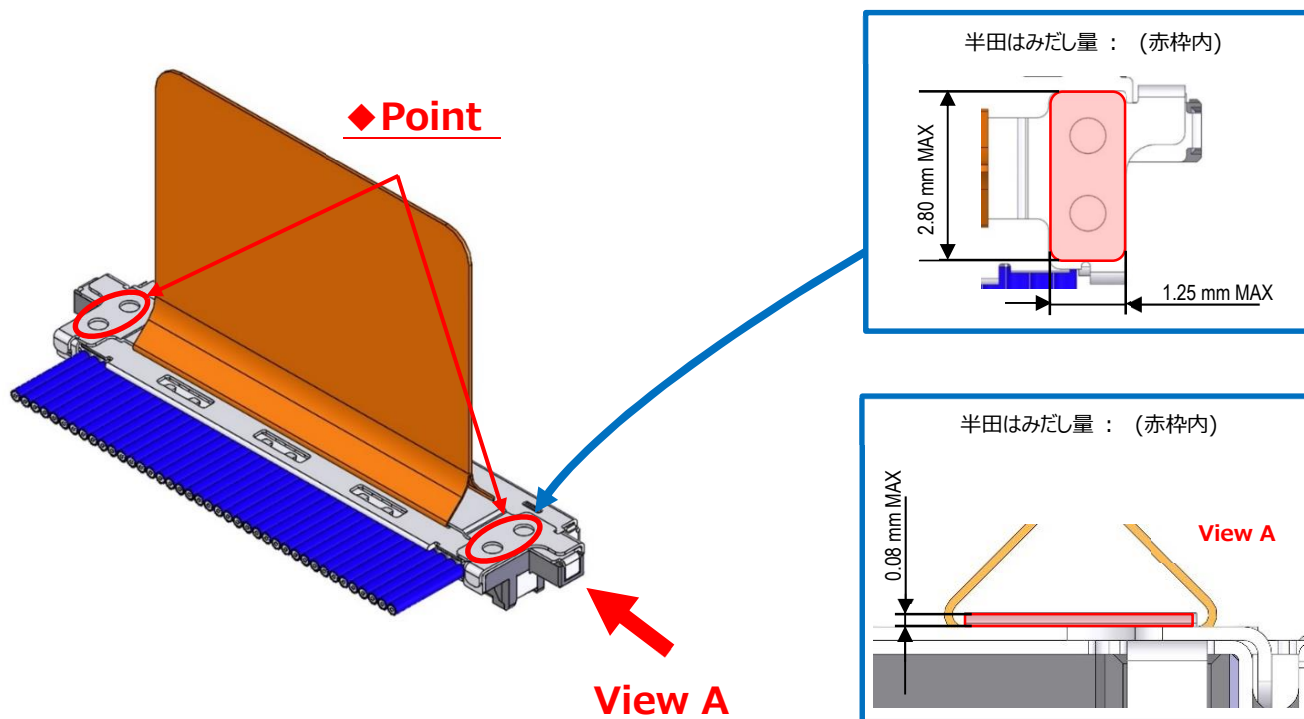

図.13 Pull Tape Holder 半田付け
- ③ Pull tape holder と shell-A を半田コテにて半田付けする。(図.13◆部)